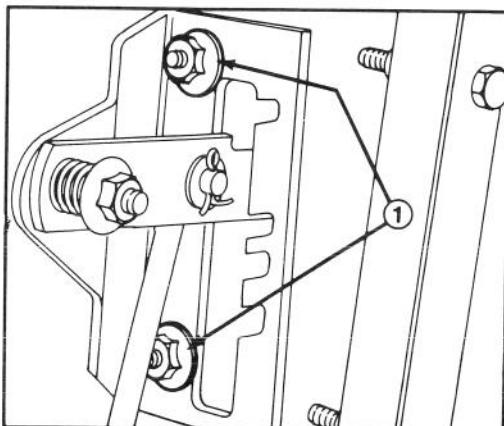

Figure 29
- Desserrez les écrous à collerette qui fixent la plaque du sélecteur à la plaque de commande. Celà vous permettra de déplacer la plaque du sélecteur pour faciliter le réglage (Fig. 29).